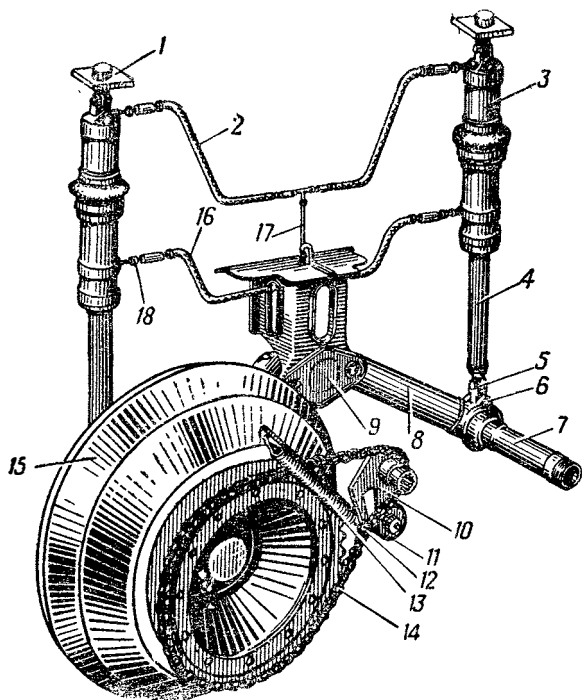

Рис. 4. Установка гидравлических подъемников и балансиров дополнительных колес:
1. Расшлифовать палец звена цепи 14 (рис. 4) и снять цепь.
е) положение ведомой звездочки колеса относительно ведущей звездочки привода дополнительного колеса регулировать шайбами, устанавливаемыми на ось 9 (рис. 4), при этом отклонение по-
10. Установить балансир в сборе с колесом на место, совместить отверстия в балансире и проушине, вставить ранее стоявшие регулировочные шайбы и вставить в отверстия ось 9 (рис. 4).